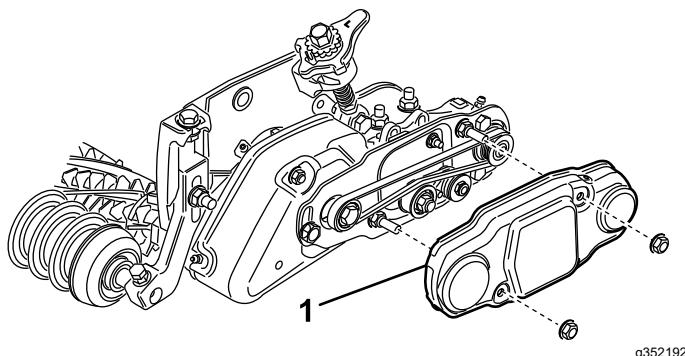

Figura 34
26. Coloque la cubierta de la correa sobre los pernos de montaje y sujetela con 2 tuercas con arandela prensada (Figura 34).